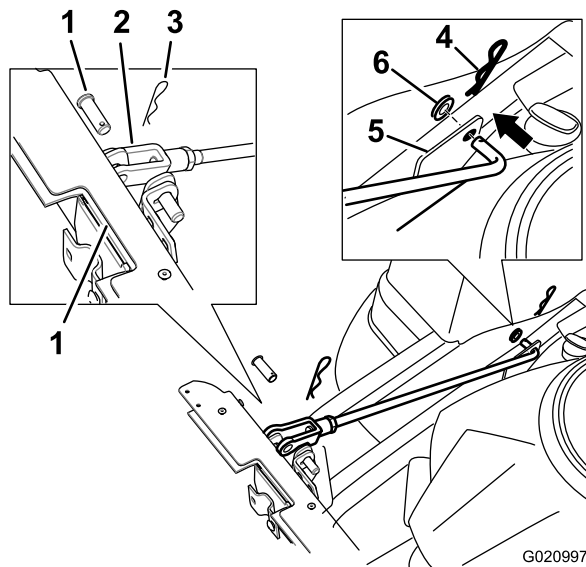

Figure 7
7. Montez deux tiges de support de chaque côté du cadre du collecteur. Placez le support existant entre la roue motrice arrière et le bâti (Figure 7).
8. Insérez les extrémités coudées de la tige dans le cadre du collecteur, comme montré à la Figure 7. Fixez les extrémités de la tige à l'aide d'une rondelle et d'une goupille fendue.
- D. Fixez le côté chape des tiges au cadre du collecteur à l'aide d'un axe de chape et d'une goupille fendue (Figure 7).